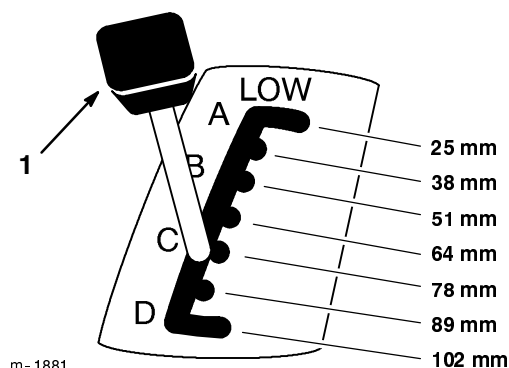

Figure 5
2. Tirez le levier de hauteur de coupe (relevage du plateau de coupe) et sélectionnez la position souhaitée (Fig. 5).